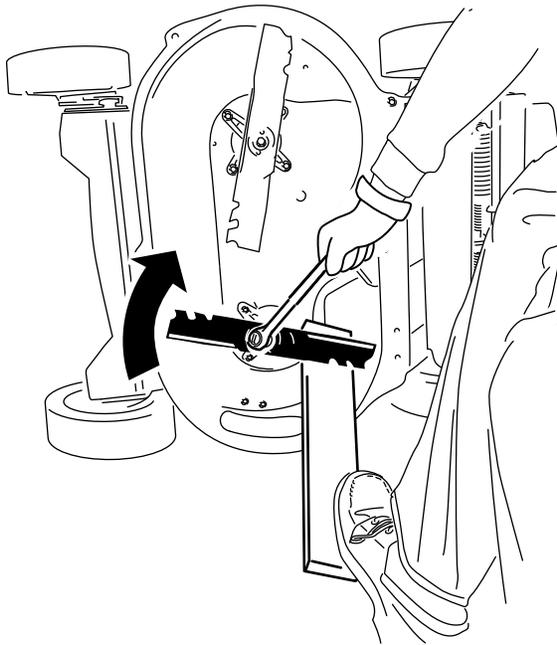

Рисунок 38
2. Удерживайте каждый нож неподвижно с помощью доски и заверните болт крепления ножа по часовой стрелке с помощью динамометрического ключа, как показано на Рисунок 38; затяните каждый болт крепления ножа с моментом 82 Н·м.